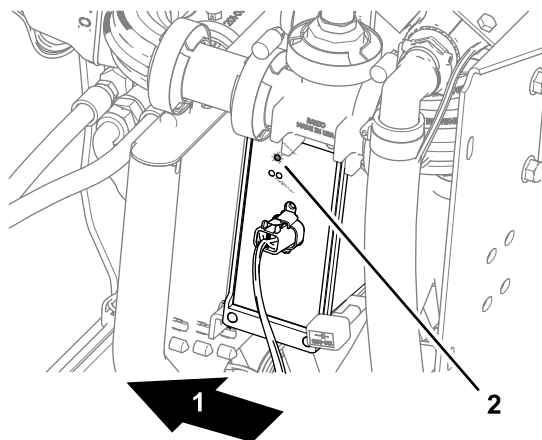

Figura 234
- Controller automatico delle sezioni, si illumina l'indicatore di STATO (Figura 234)